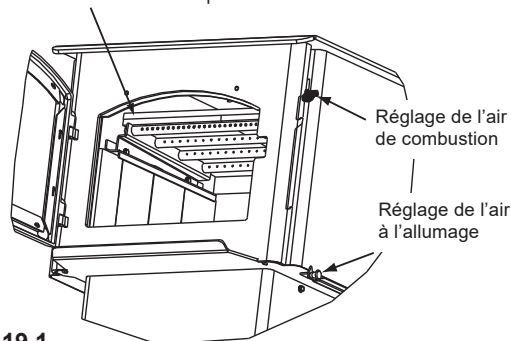

Figure 19.1
1. Confirmez que la position du déflecteur est correcte. Il doit affleurer le tube avant et reposer sur tous les tubes. **Figure 19.1 et 19.2.**